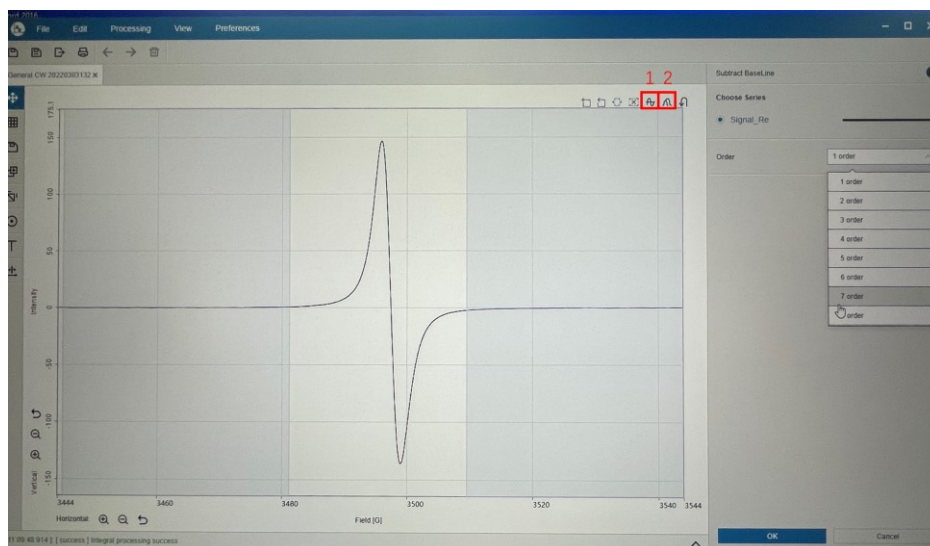

图 6-14 基线校正
- (3) 基线校正时可以先选择 Subtract Baseline, 然后点击图标 1 框选校正的范围, 在 Order 处选择合适阶数, 点击图标 2 观察拟合基线, 随后点右下角 OK, 如图 6-14。